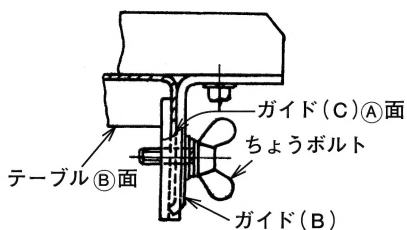
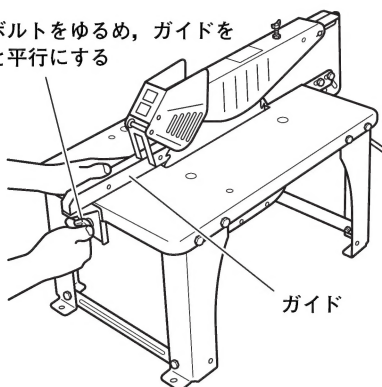

図 9
図 10
- (1) ガイドはテーブル前面にちょうボルトで取付けますが、この場合図 9 のような要領で行ないますと、取付けの固定が確実にできます。
- (2) 図 9 のボルトをゆるめ、ガイドとこの刃が平行になるよう調整してください。(図 10)